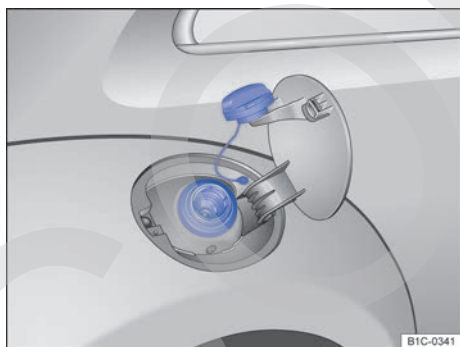

Fig. 134 Tapa del depósito de combustible abierta con el tapón enganchado en ella.
- Desenrosque el tapón del depósito en el sentido contrario al de las agujas del reloj y engánchelo en la parte superior de la tapa → fig. 134.